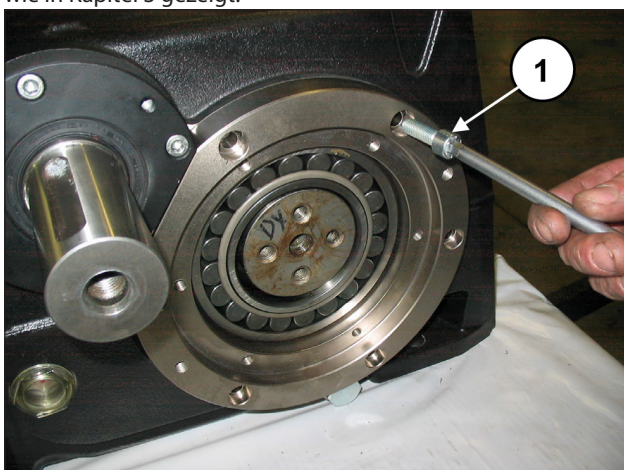

Abb. 74
Befestigen Sie die Lagerdeckel anhand von 6+6 Schrauben M10x30 (Pos. ①, Abb. 74). Eichen Sie die Schrauben mit einem Drehmomentschlüssel, wie in Kapitel 3 gezeigt.